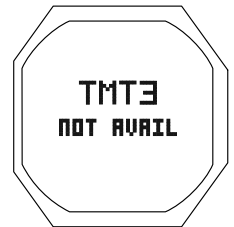

Fig. 100B - L'ÉMETTEUR NE RÉPOND PAS
- > Si l'émetteur ne répond pas, un message s'affichera pendant 10 secondes (Fig. 100B), et le changement de mélange sera annulé.